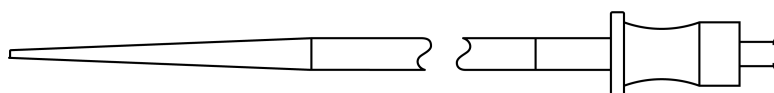

Figura 3: Dilatador
El sistema de colocación pulmonar Edwards SAPIEN 3 (Figura 2) facilita la colocación de la bioprótesis. Consiste en una vaina interior, un catéter balón para el despliegue de la válvula cardiaca transcáteter Edwards SAPIEN 3, y un eje externo y una cápsula de válvula para cubrir la válvula cardiaca transcáteter durante la inserción y el rastreo hasta la ubicación del despliegue. El sistema de colocación incluye una punta cónica para atravesar más fácilmente las estructuras derechas del corazón. La cápsula de la válvula y la punta cónica poseen un revestimiento hidrófilo. Se proporciona una señalización visual del eje del balón para ayudar en la recaptura del balón. La luz de la guía del sistema de colocación incluye un estilete. El dilatador con revestimiento hidrófilo (envasado junto con el sistema de colocación) de 28 F se utiliza para predilatarse el vaso antes de la inserción del sistema de colocación, si es necesario (Figura 3).
• **Dilatador (Figura 3)**